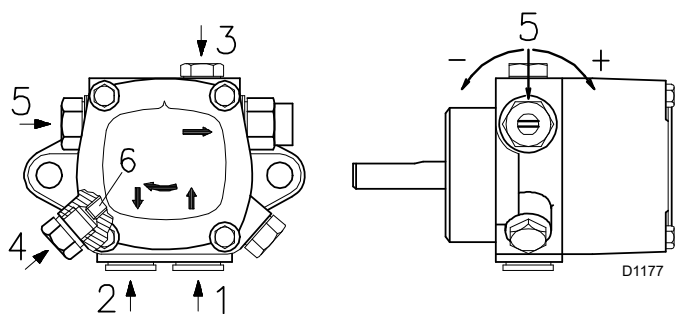

Fig. 25
Legendă (Fig. 25)
- Pentru ca pompa (Fig. 25) să se aprindă automat, este esențial să slăbiți șurubul 3)(Fig. 25) pompei pentru a evacua aerul conținut în conducta de aspirație.
- Când uleiul curge prin șurubul 3)(Fig. 25), pompa este pornită. Opriți arzătorul: comutatorul 1)(Fig. 26) în poziția „OFF” și înșurubați șurubul 3)(Fig. 25).